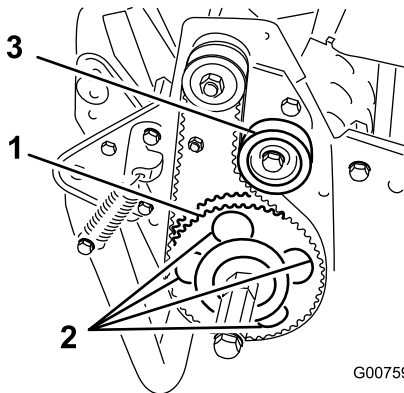

Bild 51
7. Drehen Sie die Antriebsscheibe, bis die Löcher mit den vier Bundscheiben des Rollenlagers ausgerichtet sind (Bild 51).
11. Stellen Sie die Riemen Spannung ein, und ziehen Sie die Befestigungsschraube der Spannscheibe an (Bild 51).